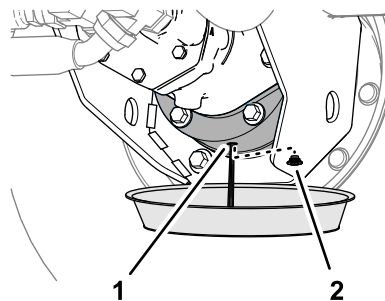

Figure 91
6. Placez un bac de vidange sous le carter de frein, enlevez le bouchon de vidange et vidangez toute l'huile (**Figure 91**).